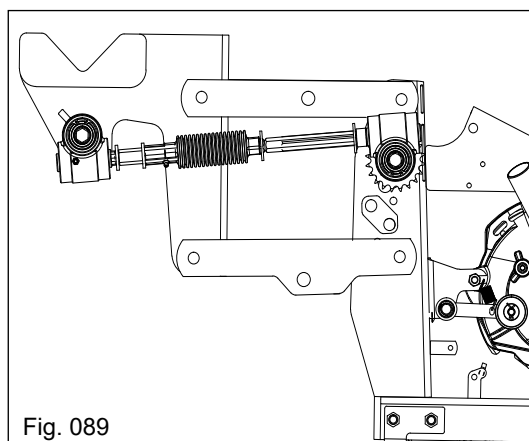

Fig. 089
O sistema pantográfico é composto por dois braços superiores, um quadro inferior, buchas de articulação e eixos travas. O sistema pantográfico é fixo ao suporte das unidades semeadoras e ao quadro das unidades semeadoras através de eixos trava do pantógrafo. O sistema de trava dos eixos e as buchas de articulação permitem que os braços superiores e o quadro inferior se movimentem no mesmo centro de articulação sem que haja qualquer variação, permitindo que as unidades semeadoras possam acompanhar a topografia do solo efetuando a deposição da semente na mesma profundidade (Fig. 089).
- Lubrificar com óleo hidráulico com grafite, (Fig. 089 e 090).